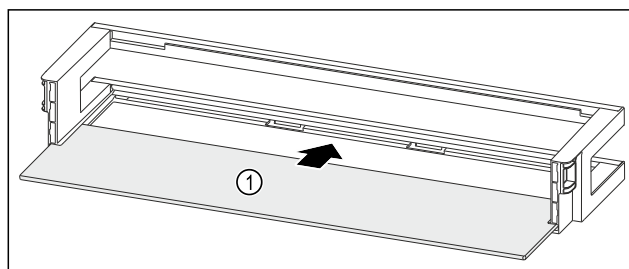

Fig. 161 Dveřní přihrádka s odkládací plochou
- ▶ Odkládací plochu Fig. 161 (1) zasuňte do bočních vybrání.